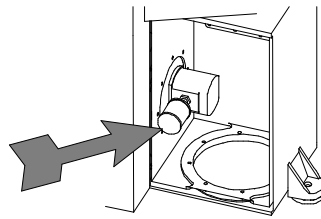

Fig. 21
d) provvedere alla sostituzione dell'olio idraulico e del relativo filtro (cod. 01000133, tav. 5-6-7) dopo 8000 ore di effettivo lavoro (Fig. 21);